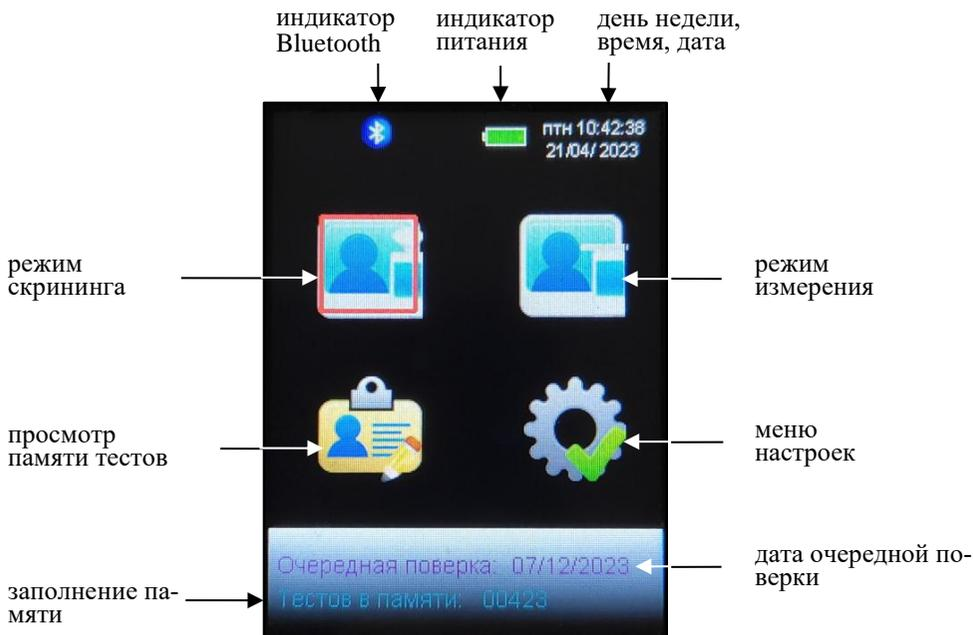

Рисунок 5 – Главное меню анализатора
2.2.1 Включение анализатора производится нажатием на кнопку включения/выключения, удерживая ее до звукового сигнала (около 3-х секунд). При этом на экране появляется заставка с сокращенным обозначением анализатора и номером версии ПО, проводится автотестирование, после этого на экране появляется главное меню анализатора (рисунок 5).
2.3.1 Главное меню анализатора состоит из 4 пунктов-иконок и индикаторов, информирующих об уровне напряжения питания, текущем времени и дате, соединении с термопринтером (или внешним устройством) по Bluetooth, также в главном меню отображается дата очередной поверки и сведения о заполнении памяти (рисунок 5).
(рисунок 5) выберите пункт-иконку . На сенсорном экране появится меню «НАСТРОЙКИ», состоящее из трех пунктов, предназначенных для перехода в соответствующие меню (рисунок 6).
Вход в окно «Установки Дата, Время» также можно выполнить, нажав на область в правом верхнем углу экрана в главном меню анализатора, где отображаются текущие дата и время (рисунок 5).